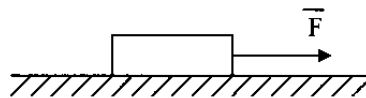

Рис.48
1. Тело движется по гладкой горизонтальной поверхности (рис.48) с ускорением  $2,5 \text{ м/с}^2$ . Масса тела  $m=10 \text{ кг}$ . Значение движущей силы  $F$